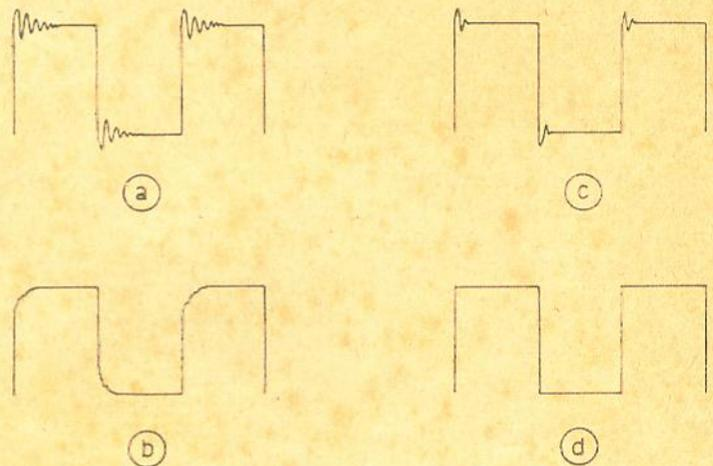

Figura 8
Tratemos primeiramente dos problemas da alta-frequência. Injetando uma onda quadrada no amplificador, observamos no osciloscópio como a mesma se apresenta. Na maioria dos casos ela se apresentará como na figura 8-a, o que indica uma instabilidade em al-
1) liga-se um pequeno condensador através do primário do transformador. Neste caso podem acontecer duas coisas: aumenta a instabilidade, devendo então ser retirado o condensador, ou então a mesma diminui; neste caso podemos deixá-lo, tomando o cuidado, porém, de que a forma de onda fique quadrada e não como na figura 8-b, o que indica perdas em altas-frequências;
2) se as providências do item 1 não derem resultado, tentamos agora ligar um cir-
cuito composto de um resistor de aproximadamente 5 K em série com um condensador de 0,001 da placa da primeira válvula à terra ou +B. Com isto é quase certo que a oscilação desaparecerá; no entanto, não deve haver perdas de agudos, sendo uma resultante comum a figura 8-c;